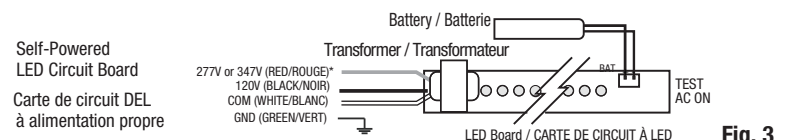

Fig. 3
- 6a. OPTIONAL - AC/DC MODELS: Make proper wiring connections between emergency backup DC supply and lead wires from LED circuit board. For units equipped with a DC INPUT Voltage selector with two leads, adjust the switch to a desired input voltage before wiring the unit: BLUE = (-) YELLOW = (+) (Fig. 3).
- 6b. OPTIONAL - SELF-POWERED MODELS: Plug the battery connectors into matching battery pins on LED circuit board (Fig. 3).
5. Make proper wiring connections between the incoming AC supply and the circuit board transformer: RED = Line 347 V or 277 V if applicable; BLACK = Line 120 V; WHITE = Neutral (Fig. 3).
5. Effectuer les branchements appropriés (dans la boîte de jonction) entre l'alimentation CA et le transformateur de la carte de circuit: ROUGE – ligne de 347 V ou 277 V si applicable; NOIR – ligne de 120 V; BLANC – neutre (Fig. 3).
- 6b. MODELE AUTO-ALIMENTÉ – EN OPTION: brancher les connecteurs de la batterie dans les connecteurs pour la batterie sur la carte de circuit imprimé DEL (Fig. 3).
5. Effectuer les branchements appropriés (dans la boîte de jonction) entre l'alimentation CA et le transformateur de la carte de circuit: ROUGE – ligne de 347 V pour tous les unités ou 277 V si applicable; NOIR – ligne de 120 V; BLANC – neutre (Fig. 3).
2. Check the AC connections to the transformer. Insure that the input voltage wiring matches the markings on the transformer wires being used (Fig. 3).
1. Check the DC wire connections. Insure that the DC input voltage wiring matches the markings on the LED board wires being used, and that the polarity is correct (Fig. 3).
2. Vérifier les connexions CA de l'assemblage transformateur. S'assurer que le filage de la tension d'entrée corresponde avec le marquage sur les fils de l'assemblage transformateur utilisés (Fig. 3).
1. Vérifier les connexions des fils CC. S'assurer que la tension d'entrée CC corresponde avec les fils du circuit imprimé DEL utilisés et que la polarité soit correcte (Fig. 3).